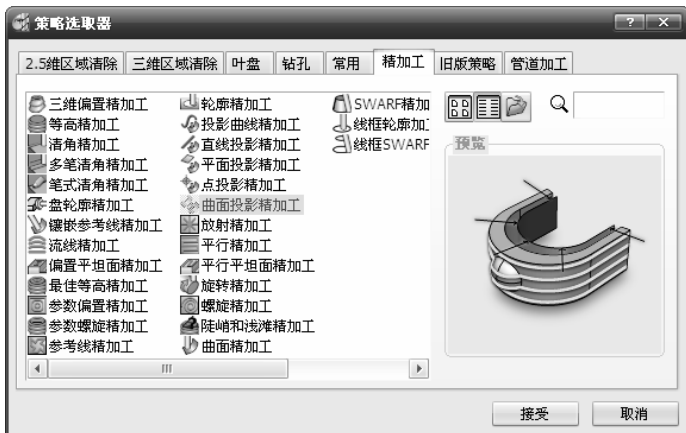

图 5-29 “策略选取器”对话框
1) 单击主工具栏上的“刀具路径策略”按钮，弹出“策略选取器”对话框，单击“精加工”选项卡，在弹出的精加工策略选项中选择“曲面投影精加工”加工策略，如图 5-29 所示。单击“接受”按钮完成。